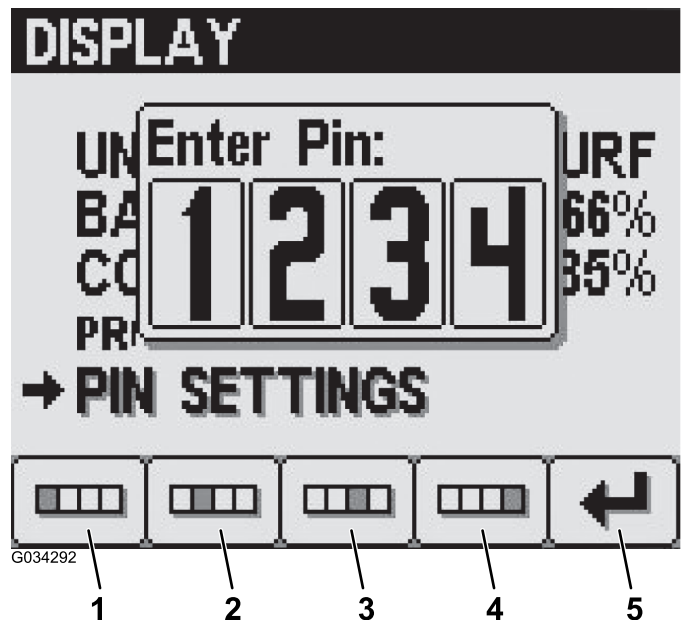

Figura 15
2. Inserite il vostro PIN utilizzando i pulsanti da 1 a 4 e premete il pulsante 5 quando completate il PIN (Figura 15).
4. Inserite il vostro vecchio PIN utilizzando i pulsanti da 1 a 4 e premete il pulsante 5 quando completate il PIN (Figura 15).